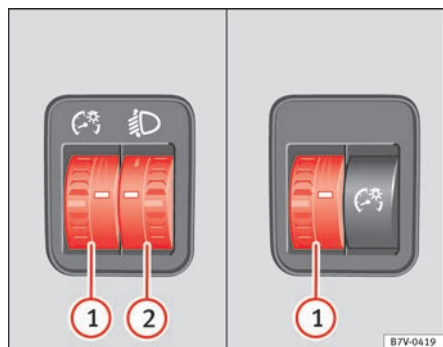

Abb. 63 Neben dem Lenkrad: Regler für die Instrumenten- und Schalterbeleuchtung ① sowie Leuchtweitenregulierung ②.
① Instrumenten- und Schalterbeleuchtung
Bei eingeschaltetem Licht lässt sich die Helligkeit der Instrumenten- und Schalterbeleuchtung durch Drehen des Reglers → Abb. 63 ① stufenlos regulieren.
② Leuchtweitenregulierung